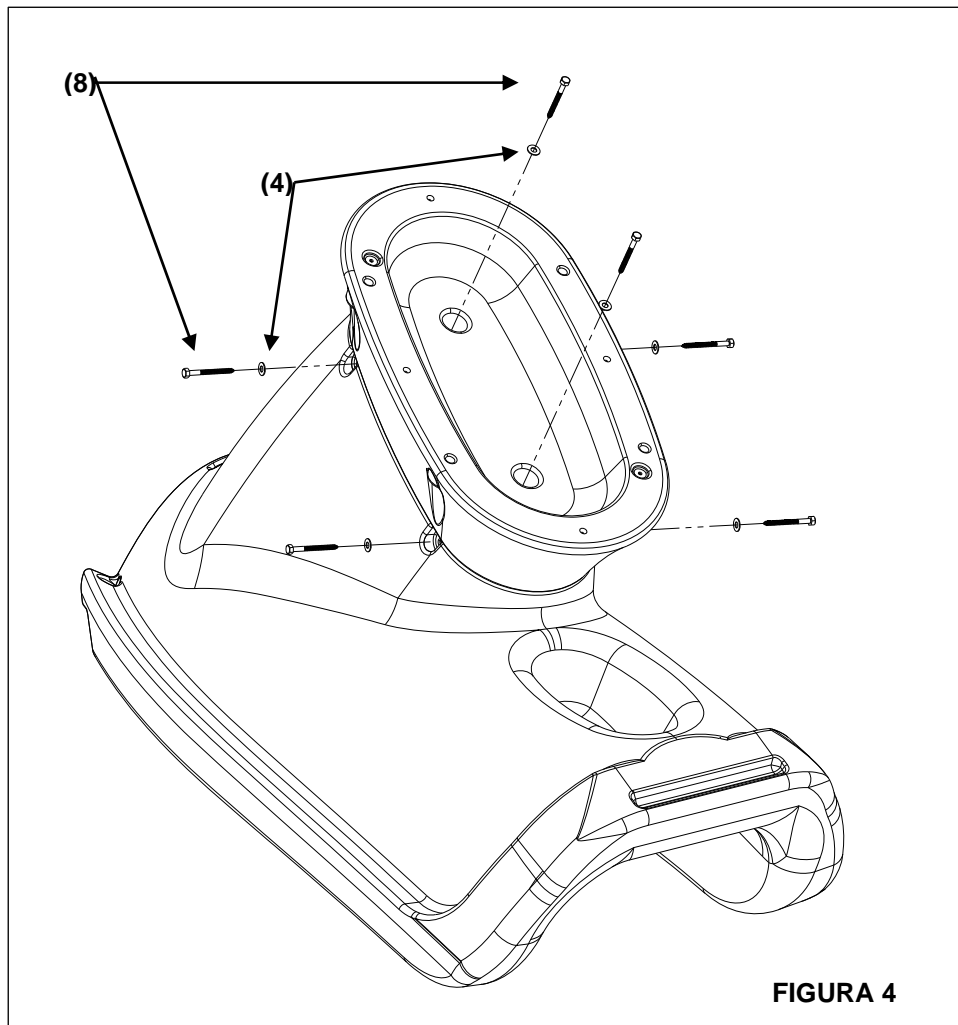

FIGURA 4
1) Una la sección del pedestal a la sección de salida de la pista, según se muestra en la Figura 4. Fije la sección del pedestal a la sección de salida de la pista introduciendo los dos tornillos de cabeza de hongo en los orificios ubicados en la parte de abajo del pedestal.